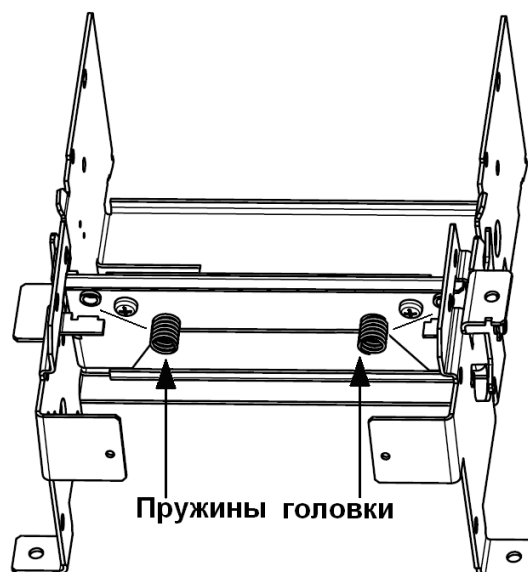

Рис.16 Снятие пружин головки
2. Снимите пружины крепления термоголовки к корпусу принтера (см. Рис. 16).